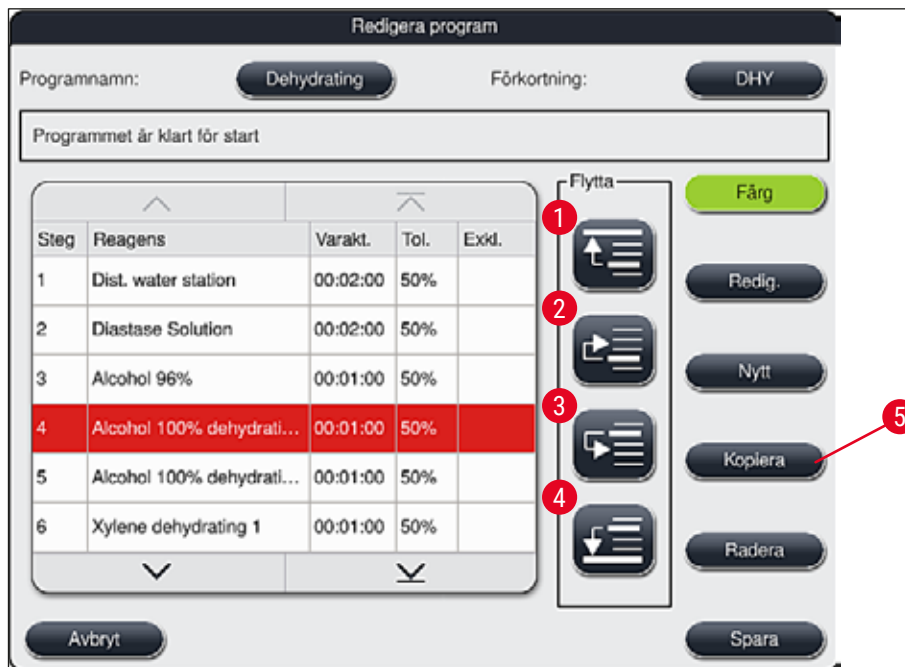

Bild 49
- Fönstret **Redigera program** (→ "Bild 49") öppnas.
- Ändringarna kan sparas med knappen **Spara** (→ "Bild 49"). Om man trycker på knappen **Avbryt** raderas ändringarna.